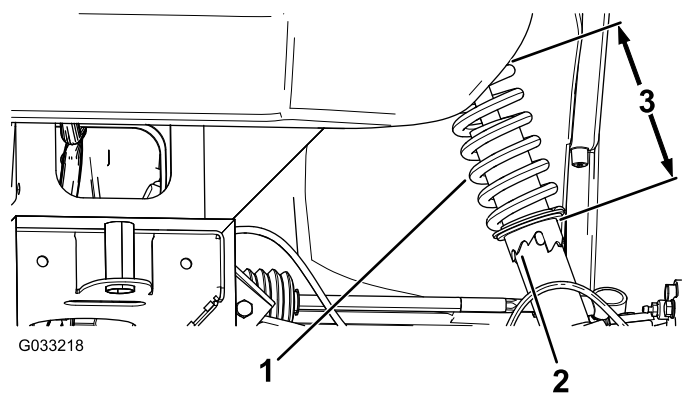

Figura 43
2. Si la caída de la rueda no está alineada, utilice la llave de gancho para girar el collarín del amortiguador y alinear la rueda (Figura 43).